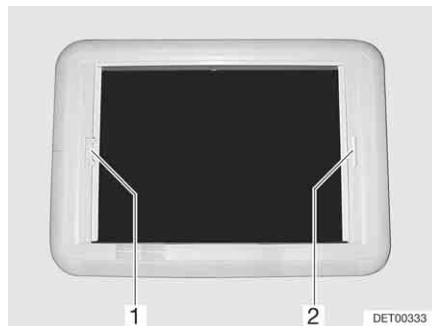

Bild 75 Heki-Dachhaube, Rollo-Verriegelung
Schließen: ■ Verdunklungsrollo am Griff (Bild 75,2) zum gegenüberliegenden Griff des Insektenschutzrollos (Bild 75,1) ziehen und einrasten lassen.
■ Mit der anderen Hand die Entriegelungsleiste am Griff des Insektenschutzrollos (Bild 75,1) in Richtung Griff drücken. Die Verriegelung wird gelöst.
Schließen: ■ Insektenschutzrollo am Griff (Bild 75,1) zum gegenüberliegenden Griff des Verdunklungsrollos (Bild 75,2) ziehen und einrasten lassen.
Öffnen: ■ Insektenschutzrollo (Bild 75,1) am Griff festhalten und die Entriegelungsleiste in Richtung Griff drücken. Die Verriegelung wird gelöst.